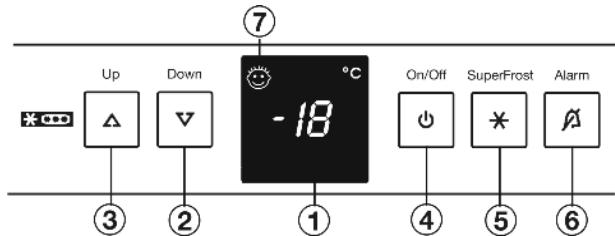

Fig. 2
- нажмите кнопку On/Off Fig. 2 (4).
- Активация режима настройки: удерживайте кнопку SuperFrost Fig. 2 (5) прибл. 5 секунд.
- Кнопкой настройки Up Fig. 2 (3) или кнопкой настройки Down Fig. 2 (2) выберите
- Подтвердить: Коротко нажмите кнопку SuperFrost Fig. 2 (5).
- Увеличение яркости индикации: нажмите кнопку настройки Up Fig. 2 (3).
- Уменьшение яркости индикации: нажмите кнопку настройки Down Fig. 2 (2).
- Подтвердить: нажмите кнопку SuperFrost Fig. 2 (5).
- Выход из режима настройки: нажмите кнопку On/Off Fig. 2 (4).